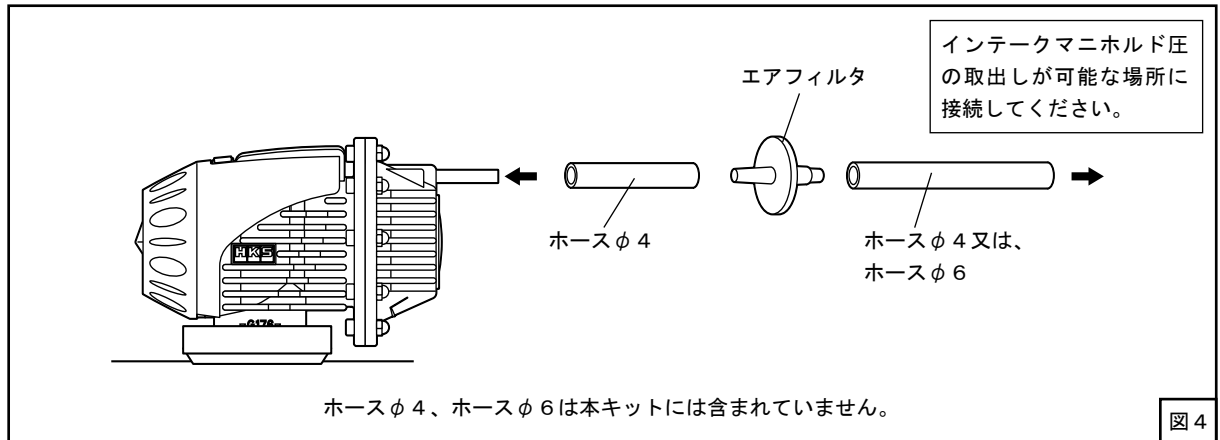
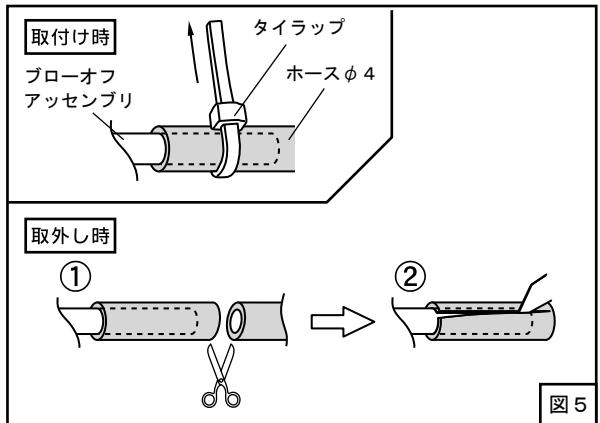

図4
図5
(1) キットパーツと別売りのホース等を使用して、ブローオフバルブ作動用の配管を行ってください。(図4)
(2) ブローオフアセンブリのニップル部に取付けたホースφ4をタイラップで縛り、固定してください。(図4、図5)
ブローオフアセンブリを取外す時など、ホースφ4をブローオフアセンブリから抜く際は、タイラップを外した後、一度ホースφ4を切断し切り込みを入れてから取外してください。(図5)